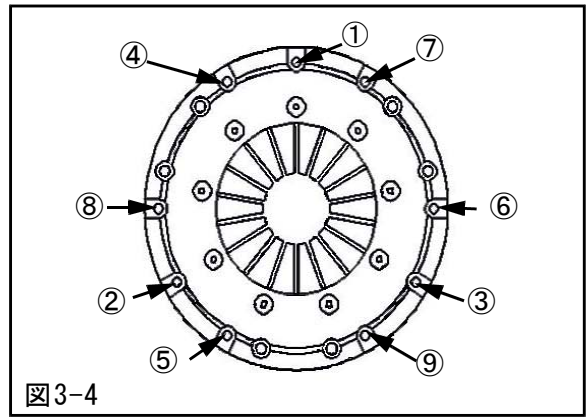

図3-4
- (6) 専用工具(クラッチアライニングバー)を使用し、クラッチディスクAssyのセンター出しを行なってください。クラッチカバーボルトを図中の番号順に均等に締込んだ後に、規定トルクで締付けてください。(図3-4)